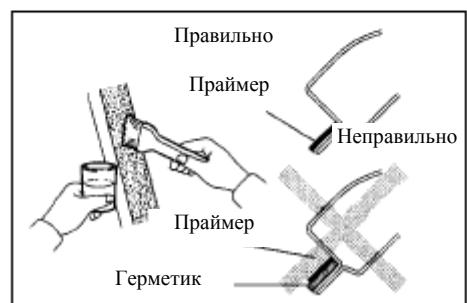

Рис. 548
- (3) Воспользуйтесь кистью для нанесения праймера на открытые части кузова автомобиля.(рис. 548)
- (4) Воспользуйтесь кистью для нанесения грунтовки M на края и контактирующие поверхности стекла.
- (5) Нанесите полиуретановый клеевой герметик
- (6) Установите стекло